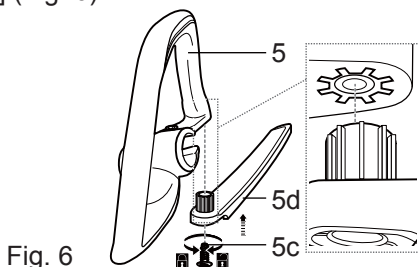

Fig. 6
- > Insérez la barrière [5d] dans le trou de la poignée auxiliaire [5] en alignant correctement les bords dentelés, puis fixez-la avec la vis [5c] (Fig. 6).